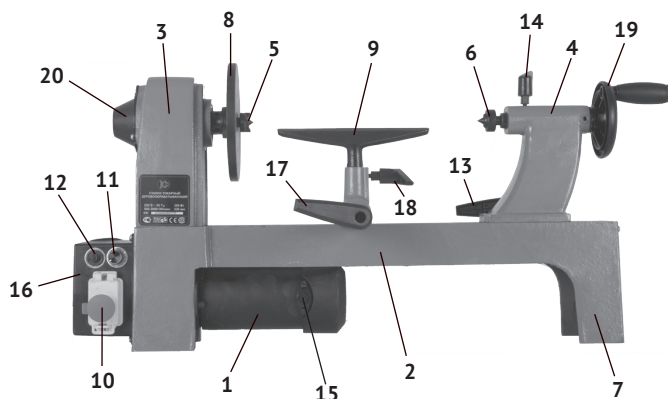

рис. 1
1.6 Общий вид станка представлен на рис.1
1.7 На цельнометаллической станине (рис.1 поз.2) крепятся основные узлы станка: двигатель (рис.1 поз.1), корпус передней бабки (рис.1 поз.3), блок управления (рис.1 поз.16), задняя бабка (рис.1 поз.4) и штатив с подручником. Крутящий момент с якоря электродвигателя клиновым ремнём (О-560) передаётся на шпиндель. Корпус задней бабки и подручник имеет возможность перемещения вдоль станины (в зависимости от длины заготовки). Кроме того механизм задней бабки позволяет перемещать её центр (рис.1 поз.6) пинолью (винтом ходовым) для надёжной фиксации заготовки.
Штатив подручника имеет возможность горизонтального перемещения по станине и фиксируется в нужном положении рукояткой (рис.1 поз.17). Подручник (рис.1 поз.9) имеет возможность вертикального перемещения в штативе и фиксируется на нужной высоте рукояткой (рис.1 поз.18).
1.8 Выключатель – магнитный пускатель (рис.1 поз.9) расположен на блоке управления (рис.1 поз.16). Он имеет две кнопки: зелёная с символом «I» - включение двигателя и красная с символом «O» - выключение двигателя (стандарт МЭК 60417).
отверстия в нижней части ножек станины (рис.1 поз.7).
3.1.3 Убедитесь что центр задней бабки собран правильно – имеет возможность крепления заготовки продольным перемещением пиноли (ходового винта). Вращение рукояткой маховика (рис.1 поз.19) перемещает пиноль вместе с центром (рис.1 поз.6) и закрепляет заготовку в рабочем положении.
Рабочее положение пиноли фиксируется рукояткой (рис.1 поз.14).
- выкрутив 3-и винта, снять крышку (рис.1 поз.20) корпуса передней бабки;
3.1.5 Станок оборудован электронной регулировкой частоты вращения якоря двигателя, а, следовательно, и шпинделя. Поворотом рукоятки потенциометра (рис.1 поз.11) по часовой стрелке, обороты шкива увеличиваются в интервале от 500 до 3500 об/мин. Поворот рукоятки против часовой стрелки уменьшает обороты шпинделя.